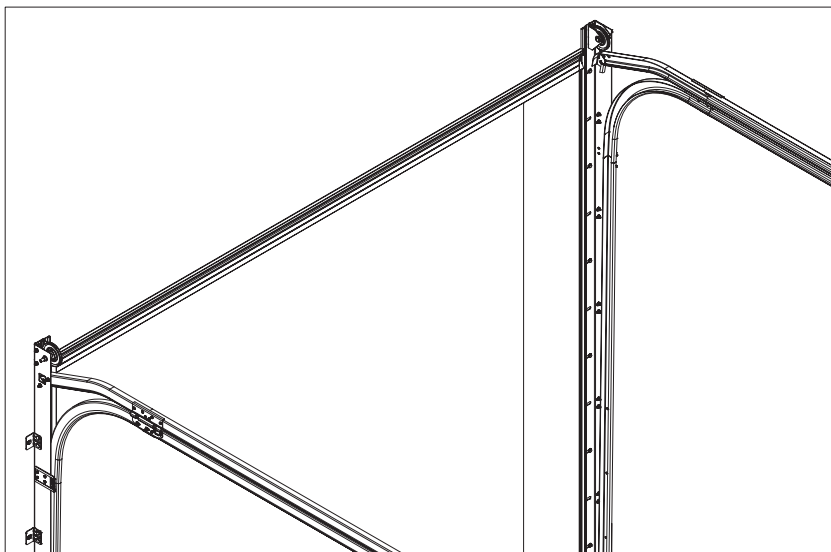

Рис. 13.
- Сборка и крепление горизонтальных направляющих к опорным стойкам показана на (рис.13)